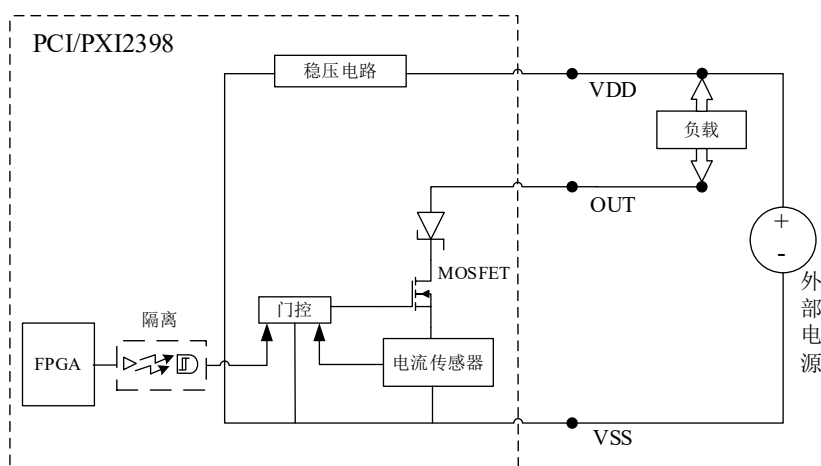

图 3-5-6 信号输出连接示意图
- 在对应输出通道上，将一个电阻连接至该通道的 VDD 引脚（即图 3-5-6 中负载），此时该通道的输出电平与空闲状态一致。